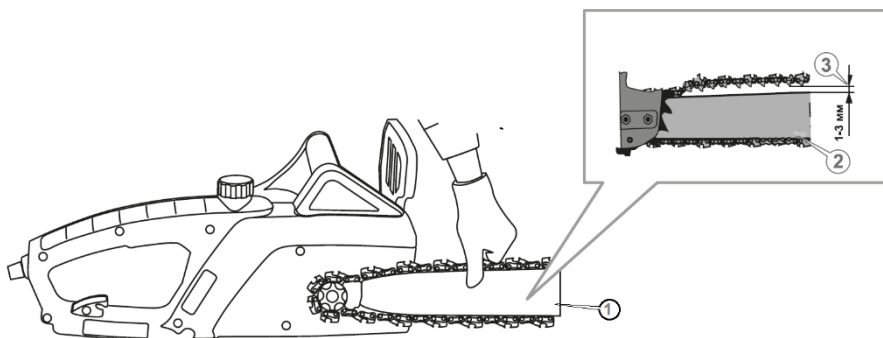

Рисунок 6. Схема перевірки натягу ланцюга.
3. Виміряти величину зазору між напрямною (1, рис. 6) та пильним ланцюгом (2, рис. 6). Зазор повинен бути в межах 1–3 мм, а сам ланцюг повинен легко рухатися від руки по шині.